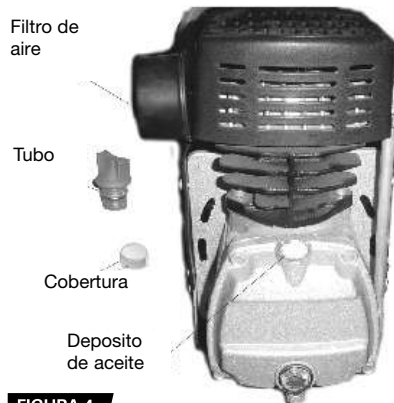

FIGURA 4
1. Retire la tapa e inserte el respiradero y el filtro de aire antes de colocar el compresor en funcionamiento (Figura 4).